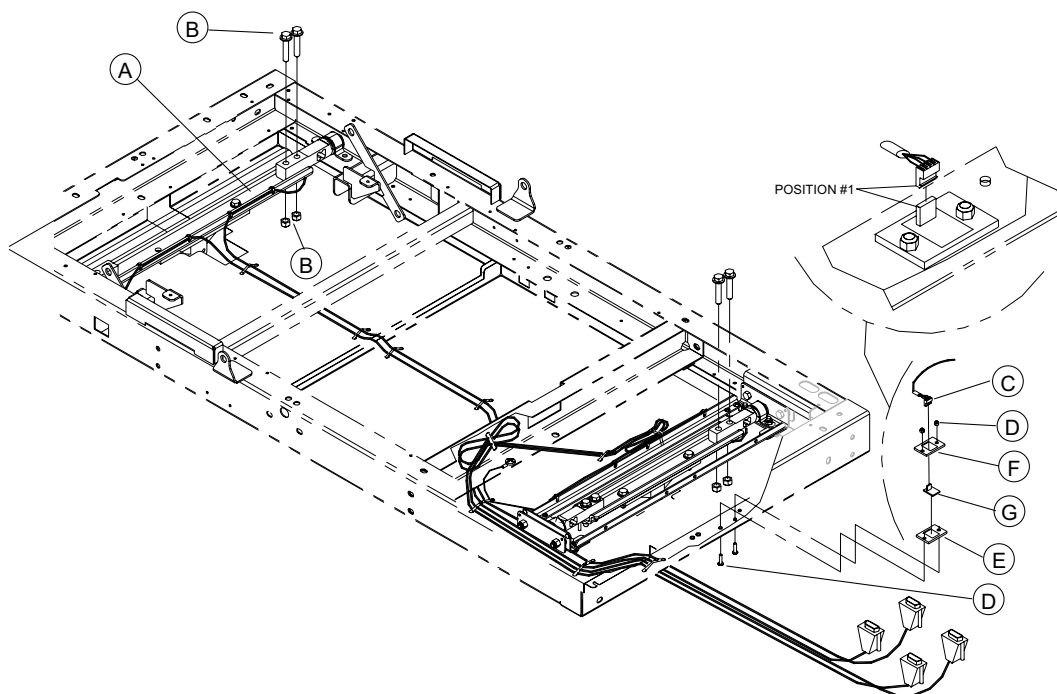

Figure 17 – Cellule de pesage
Remarque - Pour les connexions du câble de la cellule de pesage à la carte de commande, voir Figure 17.
6. À l'aide d'une clé mixte de 9/16 po et d'une douille de 9/16 po, retirer les deux boulons et les deux contre-écrous (B) qui fixent la cellule de pesage au support du châssis (Figure 17). Conserver les boulons et les contre-écrous.